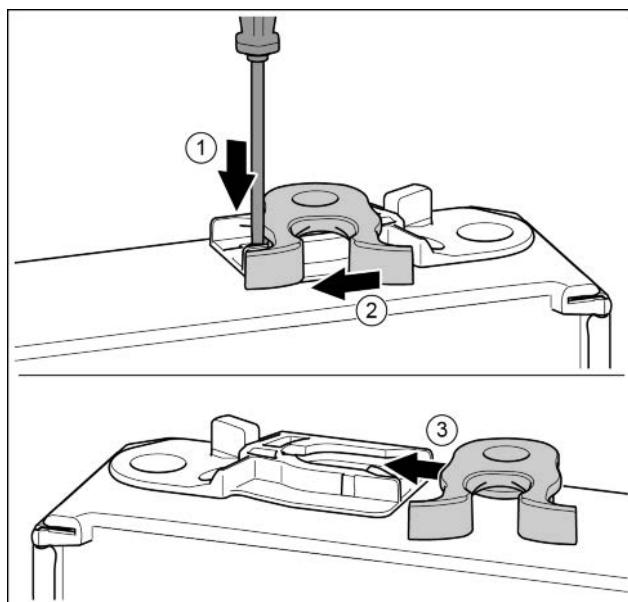

Fig. 17*
- Нажать накладку шлицевой отверткой вниз. Fig. 17 (1)*
- Запорный крючок вывести из направляющей. Fig. 17 (2)*
- Запорный крючок вставить в направляющую с другой стороны. Fig. 17 (3)*